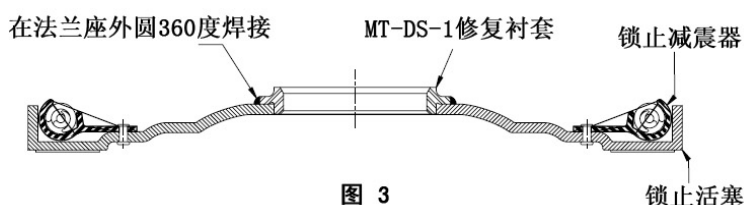

图 3
5. 将修复衬套 MT-DS-1 放入锁止活塞内, 确保衬套上的法兰座被紧压在锁止活塞上的刚刚被修平整的平面上 (见图 3)。